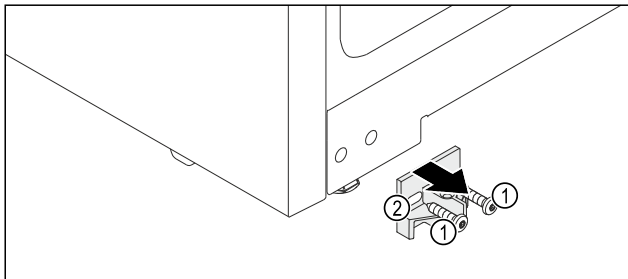

Fig. 12
- ▶ Schrauben Fig. 12 (1) herausdrehen.
- ▶ Halteteil Fig. 12 (2) nach vorne entnehmen.